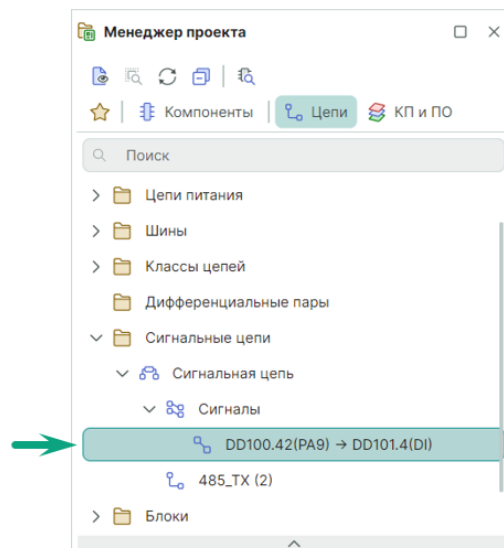

Рис. 148 Отображение сигнала в панели «Менеджер проекта»
- В результате в панели «Менеджер проекта» → «Сигнальные цепи» → «Сигнальная цепь» → «Сигналы» отображается автоматически созданный сигнал «DD100.42(PA9) → DD101.4(DI)», см. Рис. 148.